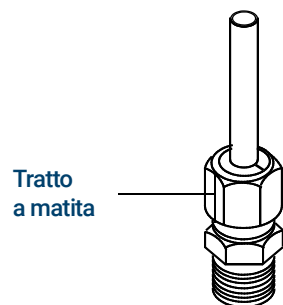

Figura 26. Contrassegnare il raccordo
- 7 Contrassegnare il dado con una linea a matita. Vedere **Figura 26**.